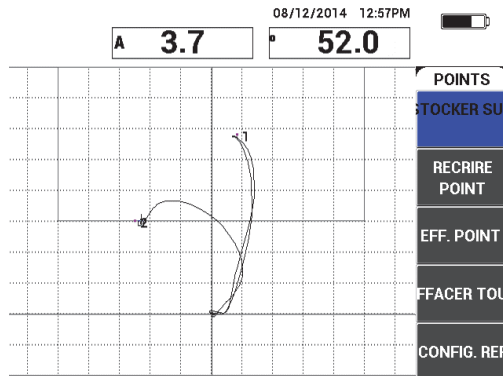

Figure 6-49 Deuxième point enregistré
7. Déplacez lentement la sonde au-dessus du deuxième décollement, et puis appuyez sur **STOCKER SUIVANT** (touche A) pour enregistrer le deuxième point (voir la Figure 6-49 à la page 171).